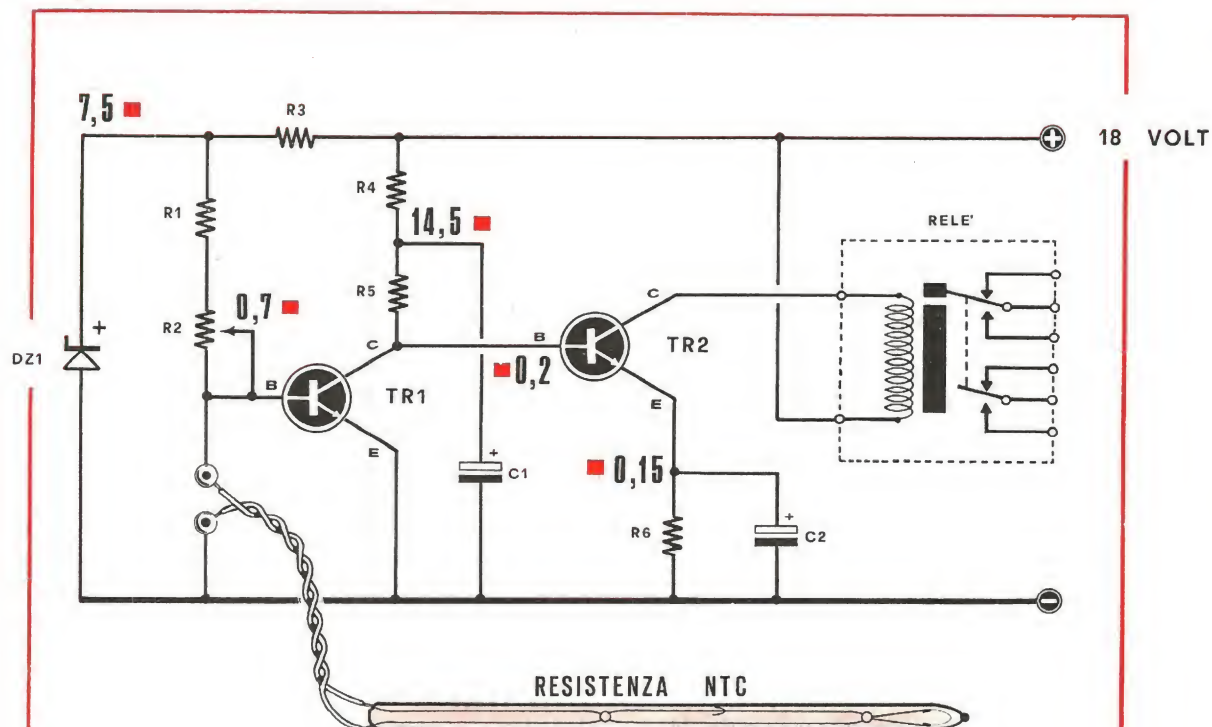

Fig. 2
**Fig. 2** La squadretta metallica, che a pedale alzato dovrà servire per far giungere il fascio luminoso su FR2 e interromperlo su FR1, abbassandolo invece per ottenere l'effetto opposto, può assumere forme e dimensioni diverse. Importante è far sì che la sagoma riesca ad assolvere il compito prefissato.
Il pedale è provvisto di una squadretta metallica sagomata nel modo visibile in fig. 2 ed in modo tale che quando il pedale si trova nella posizione di riposo la luce della lampadina colpisce solamente la fotoresistenza FR2 ed invece quando il pedale è abbassato la superficie sensibile della stessa fotoresistenza si trova ad essere coperta totalmente e la luce colpisce invece FR1.
Fig. 2 Nel disegno è raffigurato un filtro con ingresso in PARALLELO capace di fornire una attenuazione di 6 dB per ottava. Tale filtro viene impiegato per amplificatori di piccola potenza. Dalla tabella N1 è possibile ricavare i dati relativi alla realizzazione.
È il tipo più semplice da realizzare, costituito semplicemente da una bobina (filtro passa basso) e da un condensatore (filtro passa alto). Può essere realizzato con ingresso in parallelo (fig. 2) oppure